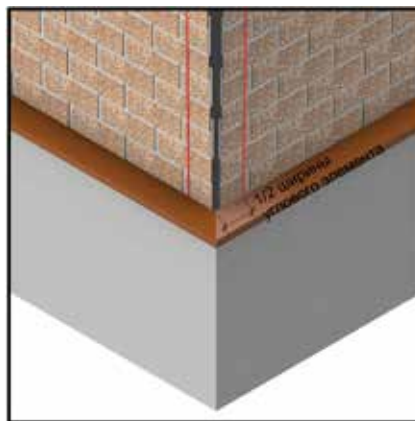

Рис. 18 Подготовка внешних углов к их отделке угловыми элементами.
8.2.7 Перед монтажом угловых элементов необходимо обозначить их границы при помощи разметки углов (рис. 18).